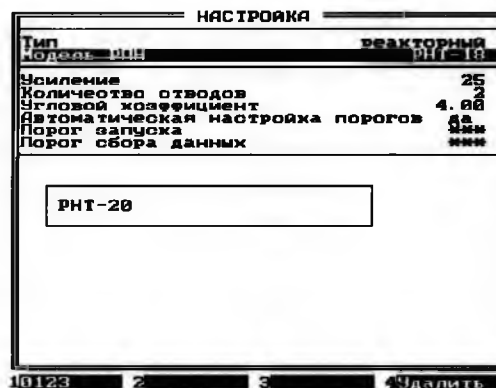

Рис.10.17
В появившийся прямоугольник с прежним названием модели вписать новое название (рис. 10.17) при помощи кнопок, указанных в п. 10.4.2, нажать кнопку **ВВОД**. Созданное название появится в строке **Модель** и пополнит список моделей.
- б) либо настройки параметров: **Усиление** и **Порог запуска** не точны и их нужно корректировать, причем корректировать **Порог запуска** можно либо вручную (см. п.10.5.4...п.10.5.14), либо задать автоматический выбор порогов, указав **Да** в строке **Автоматическая настройка порогов** (рис.10.17) - прибор автоматически определит порог при проведении измерения.